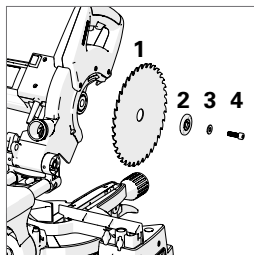

Fig. 20
Installeer het blad (1), de flens (2), sluitring (3) en doornschroef (4). **(Fig. 20)**